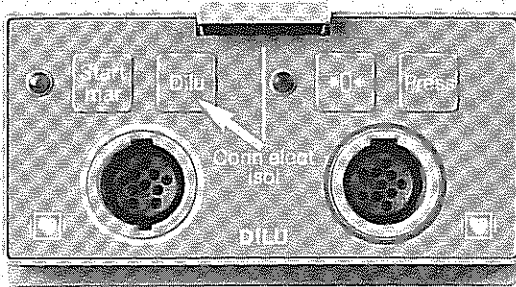

Bild 6
- * Rufen Sie das Signalbild mit der Taste **Dilu** auf (Bild 6).